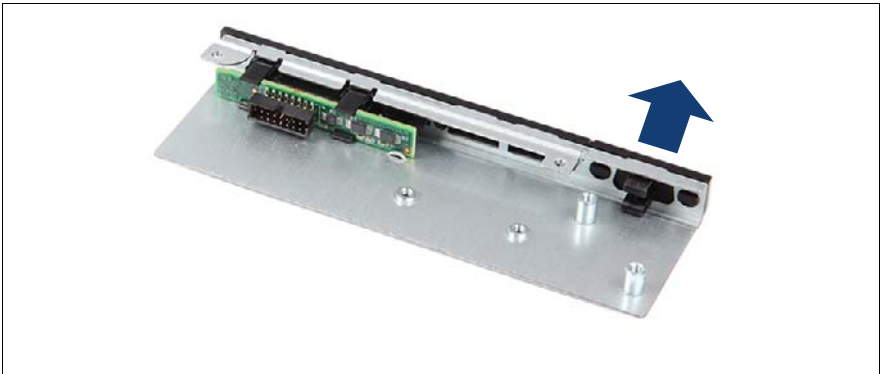

図 174: ダミーカバーの取り外し
- ▶ フロントパネルモジュールに全面 VGA コネクタがない場合、ダミーカバーを取り付けます（図 174 を参照）。